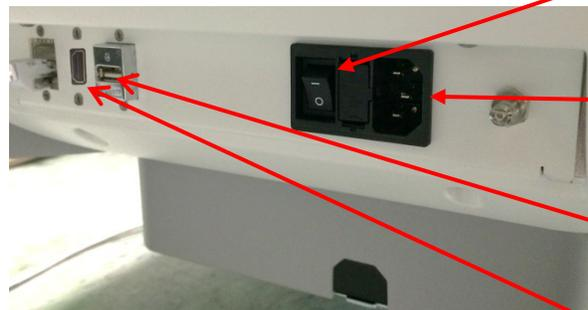

Figura 6: Alimentazione del sistema ExactVu
1. Assicurarsi che l'*interruttore principale* (cioè l'interruttore nella parte inferiore del pannello posteriore mostrato nella Figura 6) sia in posizione OFF (Spento) e che il *controllo alimentazione del sistema* sia spento.
2. Collegare il cavo di alimentazione CA alla presa del cavo di alimentazione del sistema ExactVu (accanto all'*interruttore principale*) (fare riferimento alla Figura 6).